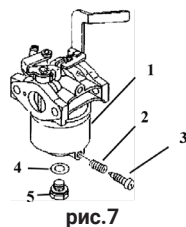

рис.7
2. Слейте или полностью выработайте имеющееся в баке топливо (слив производится снятием колпачка крана подачи топлива (рис.7 поз.2)).
3. Слейте топливо из поплавковой камеры карбюратора, выкрутив пробку (рис.7 поз.3). После слива установите пробку на место и затяните.
4. В модификациях, в которых отсутствует пробка слива, топливо слить, вывинтив болт (рис.7 поз.5) крепления поплавковой камеры.